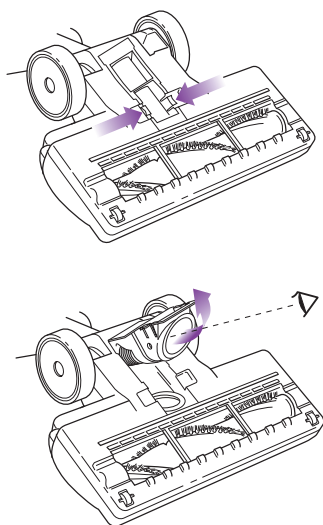

Fig. 33
- Dé vuelta el cepillo eléctrico y separe la manguera presionando las pestañas entre sí y tirando hacia afuera. Extienda la manguera y mire su interior para ver si está tapada. (Fig. 33)